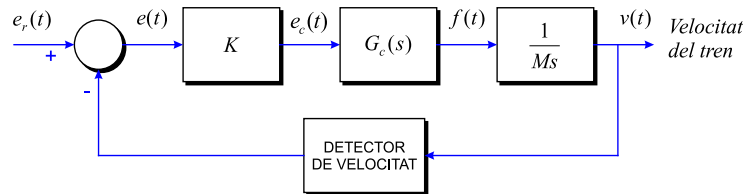

Figura 2-7
**Problema 19** El diagrama de blocs d'un tren elèctric es mostra a la Figura 2-7.